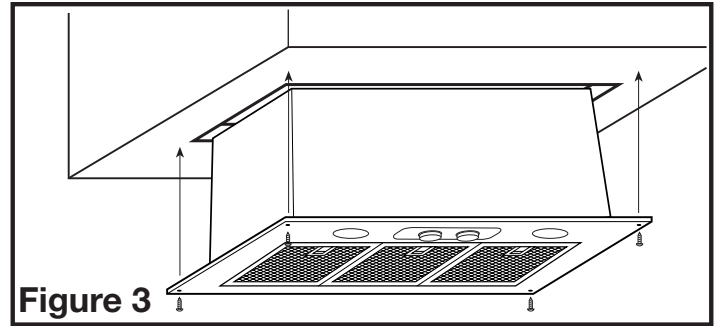

Figure 3
2. Insérez l'unité de puissance dans le trou et fixez-la au revêtement utilisant les vis fournies avec le revêtement (**Figure 3**).